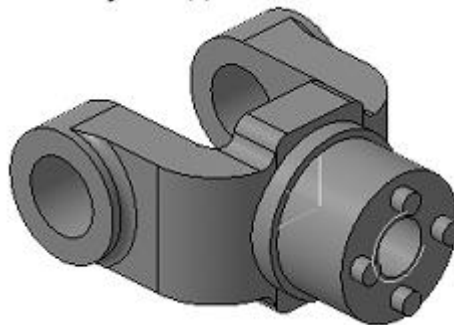

Рисунок 51.
12. Нажмите кнопку Создать объект (рис. 51).